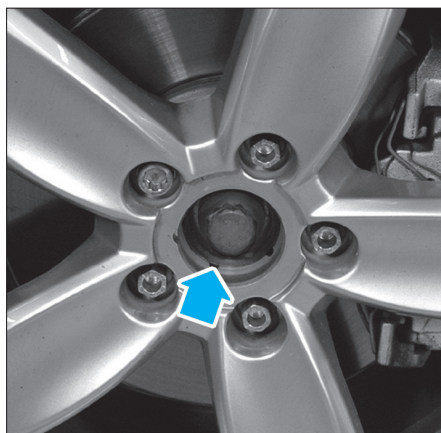

Fig. 1
- Véhicule au sol, desserrer la vis de la transmission côté roue de 90° maximum (Fig.1).